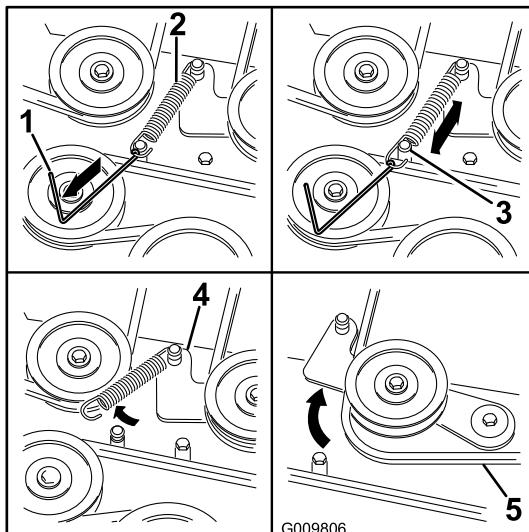

Figura 67
- Usando una herramienta para la retirada de muelles (Pieza Toro N° 92-5771), retire el muelle tensor del espárrago de la carcasa para eliminar la tensión de la polea tensora (Figura 67).
- Pase la correa nueva alrededor de las poleas del cortacésped y de la polea del embrague, debajo del motor (Figura 67).
- Usando una herramienta para la retirada de muelles (Pieza Toro N° 92-5771), instale el muelle tensor sobre el gancho de la carcasa y tense la polea tensora y la correa (Figura 67).